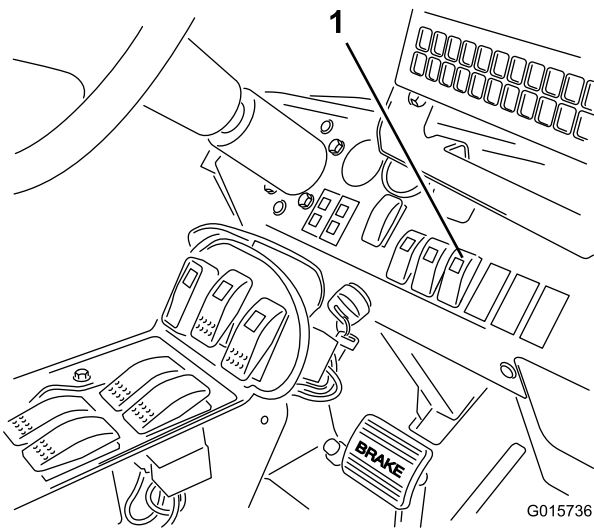

図 23
4. ダッシュボード上にあるソニックブームのスイッチをAutoにセットする図 23。